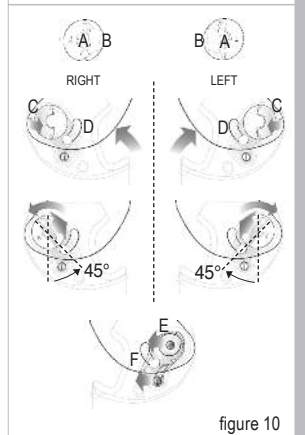

figure 10
**Démontage** voir figure 10
**Montage :** voir figure 10